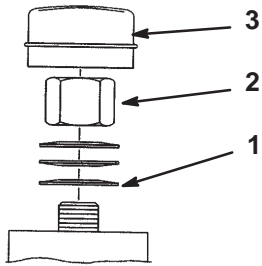

Figure 53
2. Retirez le capuchon anti-poussière de la roue et serrez le contre-écrou (Fig. 53).
3. Continuez de le serrer jusqu'à ce que les rondelles élastiques soient aplaties, puis desserrez-le de 1/4 de tour pour obtenir la précharge correcte des roulements (Fig. 53).
Important Veillez à installer les rondelles comme indiqué à la Figure 53.